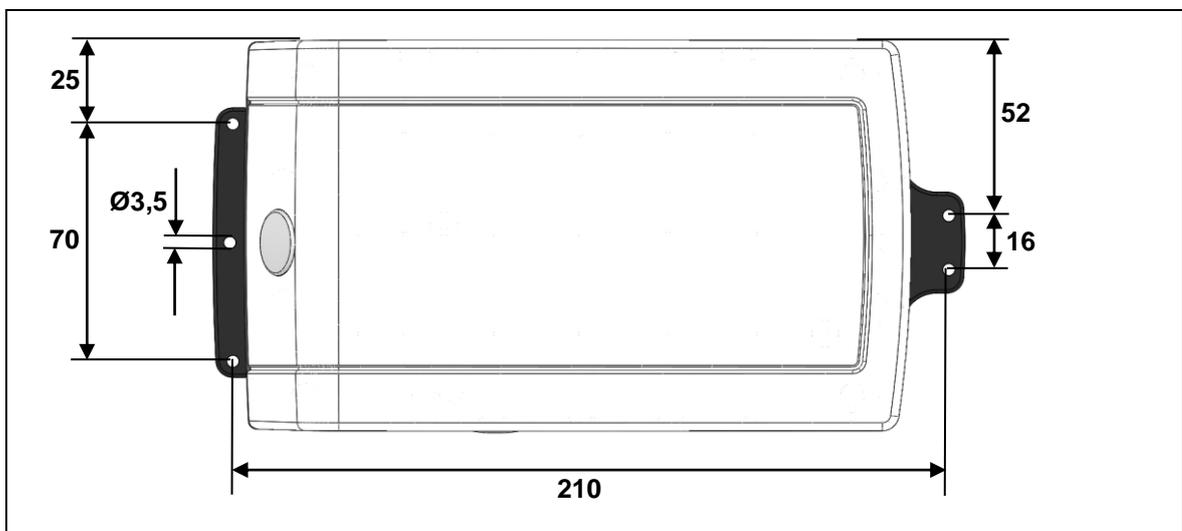

Abbildung 5 Bohrmaße (Beispiel): Befestigungspunkte an der HE150 (Angaben in mm)
- Die in Abbildung 5 angegebenen Bohrmaße sind nur ein Beispiel und erheben keinen Anspruch auf Verbindlichkeit.